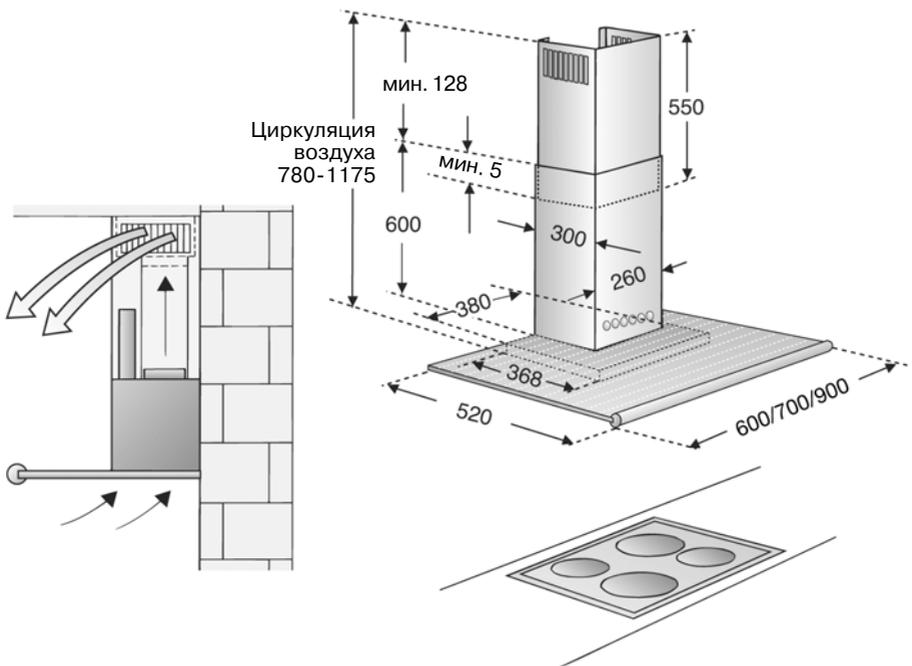

Рис. 6
2. Начертите линию на стене от потолка до нижнего края вытяжки в центре того места, в котором предполагается установить вытяжку (рис. 6).
3. Используйте шаблон для маркировки на стене точек, в которых будут установлены шурупы. Чтобы облегчить подвешивание вытяжки на шурупы, начертите контур той зоны, где будет крепиться вытяжка (рис. 6).
4. Просверлите 4 отверстия $\varnothing 8$ мм для вытяжки и 2 отверстия $\varnothing 8$ мм для обшивки. Вставьте дюбели в отверстия таким образом, чтобы они были заподлицо со стеной (рис. 6).